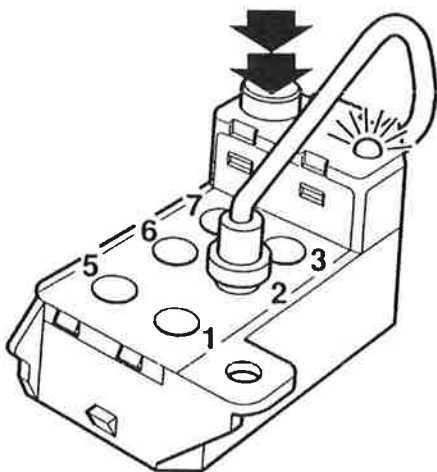

Fig. 1
- Brancher le câble de sélection de la prise d'autodiagnostic sur la position N° 2 (Fig. 1).